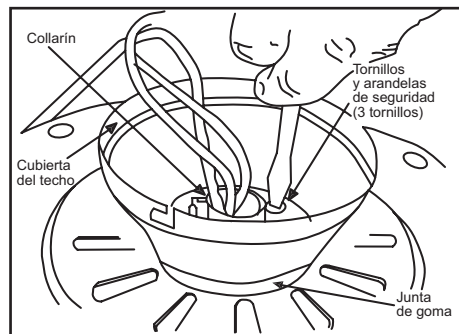

Figura 9
4. Coloca la junta de goma sobre los otros tres tornillos, inserta los cables que salen por la parte superior del motor del ventilador a través del aro de la cubierta (asegúrate de que la abertura en forma de ranura esté en la parte superior), luego procede a colocar la cubierta de techo sobre el collarín en la parte superior del motor (Figura 9).
5. Alinea los orificios de montaje con los orificios del motor y asegura con los tres tornillos y arandelas de seguridad retiradas en el paso 4 (Figura 9).